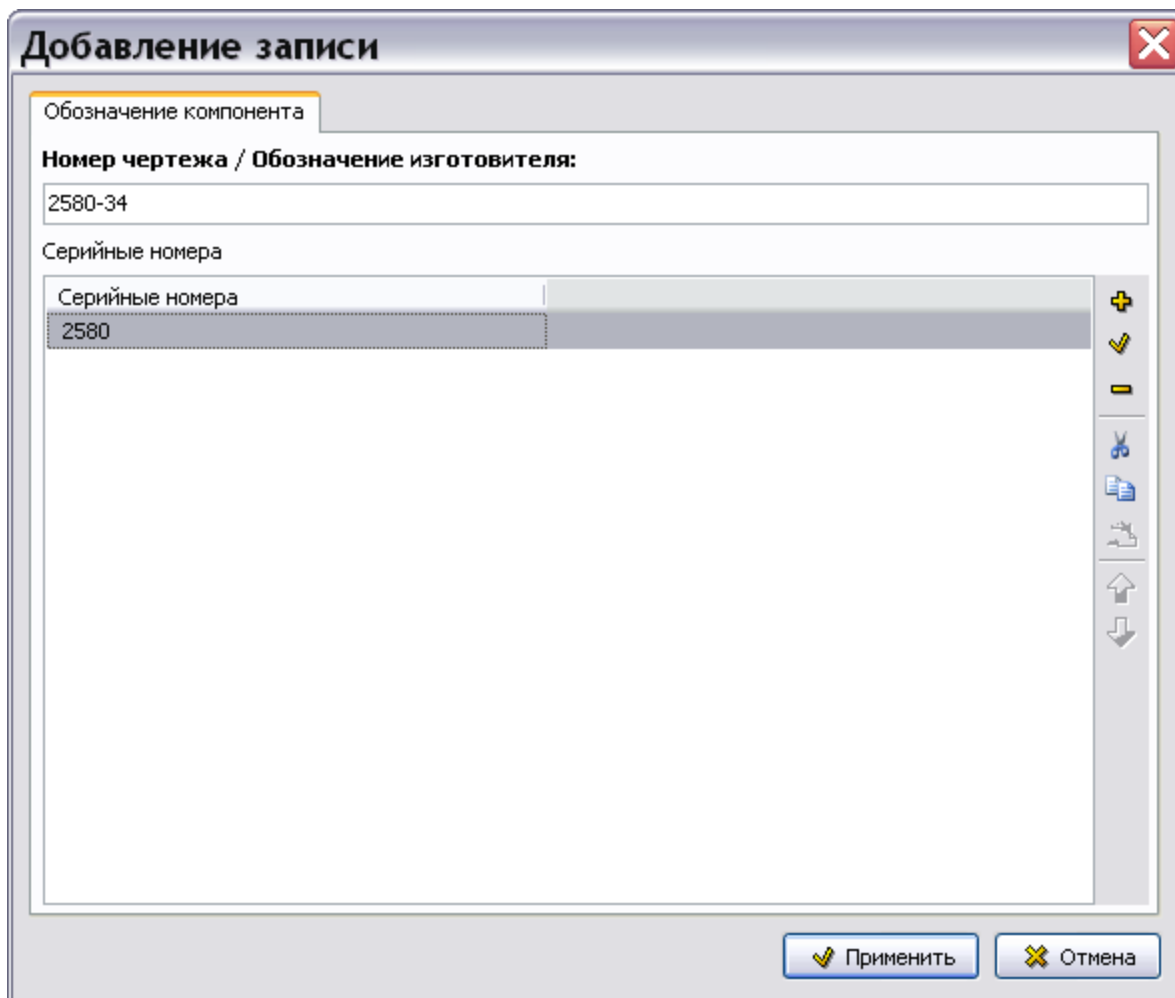

Рис. 7.29
6. Включив соответствующую радиокнопку, введите одиночное значение серийного номера (список номеров через запятую) или диапазон номеров. После ввода значений нажмите на кнопку **Применить**. После этого произойдет возврат в окно **Добавление записи** для обозначения компонента (Рис. 7.29).